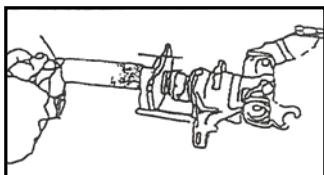

FIG 4
Appuyer sur le dispositif de dégagement (2) et tirer le levier (4) pour retirer la tige de pression (5) du corps de l'étrier. Voir FIG 4.